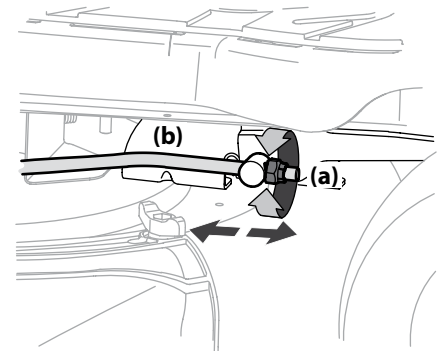

Figura 4-7
- Ubique la tuerca de seguridad con brida (a) en el extremo frontal de la varilla de elevación de la PTO (b). Consulte la Figura 4-7.